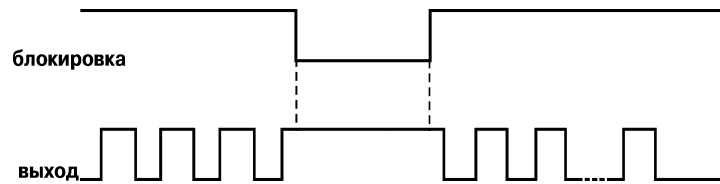

Рис. 8
3.1.3.4. Низкий уровень сигнала «**Блокировка**» останавливает выполнение программы (рис. 8). При этом выходное устройство остается в том состоянии, в котором оно было в момент прихода сигнала. Задержка реакции прибора на изменение сигнала блокировки составляет не более 0,1 мс. После снятия сигнала выполнение программы продолжится с момента остановки.